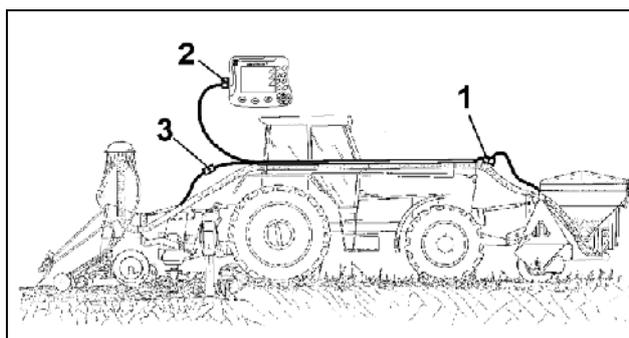

Fig. 45
Fixez le boîtier électrique de répartition (Fig. 45) dans la cabine du tracteur, de façon à ce que le commutateur soit facilement accessible pendant le déplacement.
- Branchez le connecteur combiné de la trémie frontale sur le faisceau de câbles (Fig. 45/1, Fig. 46).
- Branchez le connecteur du semoir sur le faisceau de câbles (Fig. 45/3).
- Branchez le faisceau de câbles avec le connecteur machine sur l'équipement de base du tracteur de l'**AMATRON 3** (Fig. 45/3, Fig. 47).